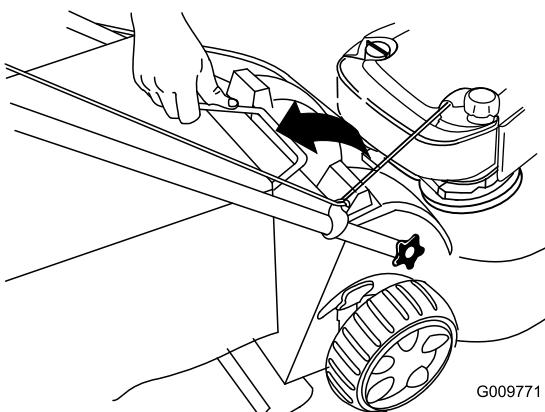

Figure 29
- Soulevez le bac à herbe par la poignée pour le dégager des rainures en haut de la machine et le retirer (Figure 29).